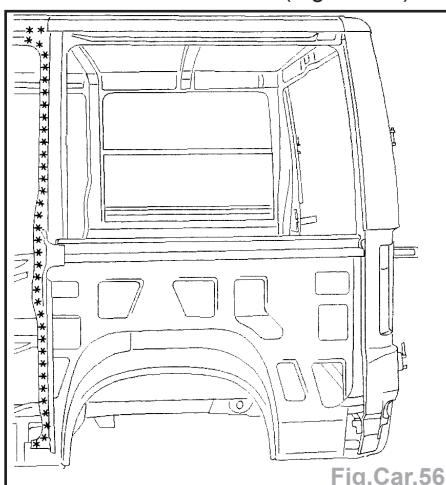

Fig.Car.56
- Dégraffer les lignes de points à l'aide d'une fraise de $\varnothing 8$ mm (Fig.Car.56).